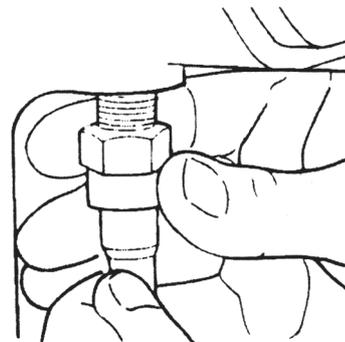

Figura 131
12. Com o anel de travamento na posição engrenada, instale o interruptor do sensor no seu furo roscado na parte frontal da caixa do diferencial. Figura 131.